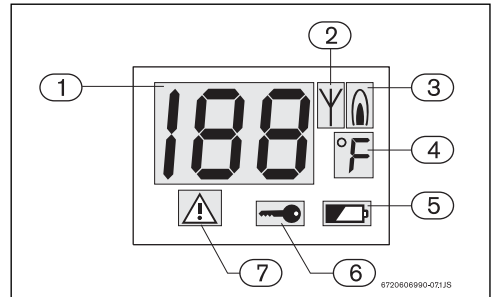

Fig. 29 LCD multifuncional
Este aparelho dispõe de um sistema de diagnóstico de avarias. A indicação da detecção destas anomalias é feita através de códigos de erros visualizado no painel LCD (Fig. 29, [pos. 1]) e de um símbolo de “bloqueio de segurança” (Fig. 29, [pos. 7]). O aparelho só volta a funcionar após a causa da avaria ter sido eliminada e se ter pressionado a tecla de rearme. Para identificar a avaria consulte o capítulo 10 do manual de instalação.
O telecomando não é fornecido com as pilhas instaladas. Quando as baterias estão gastas, é visualizado o símbolo (Fig. 29, [pos. 5]) no LCD.